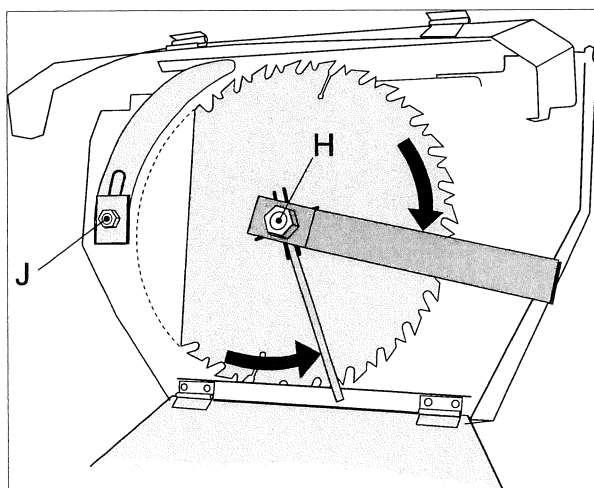

Fig. 18
- Sagbladdekselet åpnes ved hjelp av verktøy. Øvre beskyttelsesdeksel henges opp i lenken under sagbordet. Fjern sagbladet ved hjelp av medfølgende verktøy. Festemutteren **H** er venstregjengret og den løsnes ved å skru "med klokka". Sagbladet må holdes igjen med et annet verktøy. Påse at dekslet på bladboksen er lukket etter skifte av bladet. *Se fig. 18.*
- Spaltekniiven må alltid være montert når sagen er i bruk. Justering av spaltekniiven fremgår av *fig. 18 og 19.*